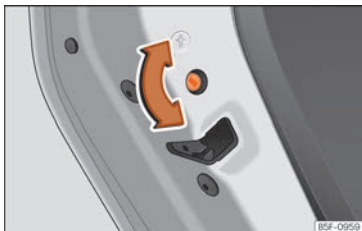

Abb. 92 Kindersicherung in der linken Tür
- Drehen Sie bei geöffneter Tür den Schlitz mit dem Fahrzeugschlüssel an den linken Türen im Uhrzeigersinn »» **Abb. 92** und bei den rechten Türen gegen den Uhrzeigersinn.
- Drehen Sie bei geöffneter Tür den Schlitz mit dem Fahrzeugschlüssel an den linken Türen gegen den Uhrzeigersinn »» **Abb. 92** und bei den rechten Türen im Uhrzeigersinn.